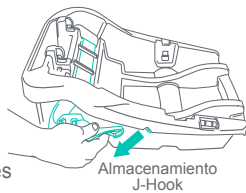

Fig. 47-1
4. Retire los conectores **LATCH** de sus posiciones de almacenamiento dentro de la base (Fig. 47-1). Coloque la base apuntando hacia atrás en un asiento del vehículo que apunte hacia delante como se indica en Fig. 47-2. **El niño debe estar orientado hacia la parte trasera del vehículo, y la Silla de Seguridad se debe colocar en un asiento del vehículo que apunte hacia delante.**